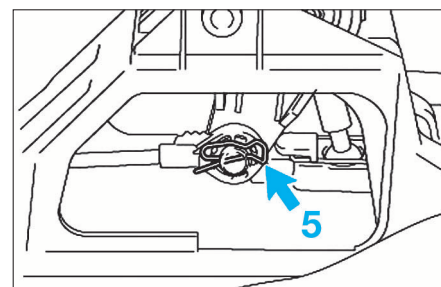

FIG. 19
- Déposer l'agrafe (5) et débrancher le câble de commande de sélection (fig. 19).
À la repose, respecter les points suivants (fig. 19) :
- À la repose, respecter les points suivants (fig. 19) :**